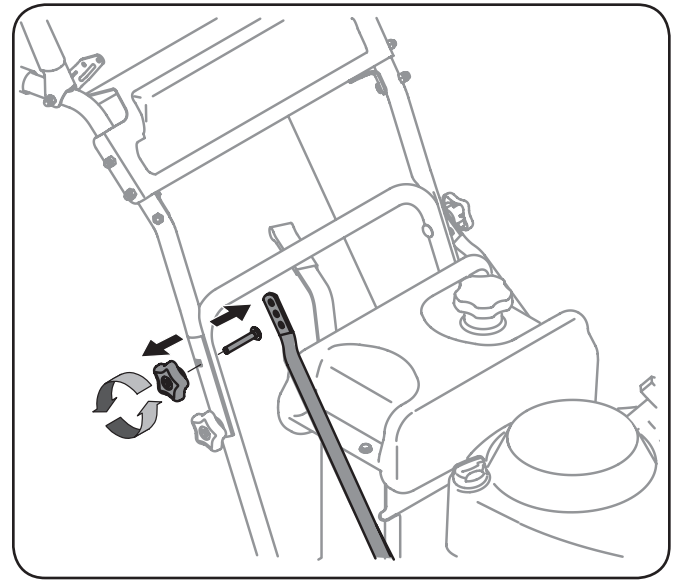

Figura 6-7
1. Extraiga la perilla en estrella superior y el tornillo del carro que están del lado derecho y del lado izquierdo de la manija. Vea Figura 6-7.